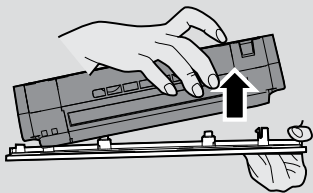

Fig. 15
1. Rimuovere il supporto del panno e il panno dal serbatoio dell'acqua. [Fig. 15,16]